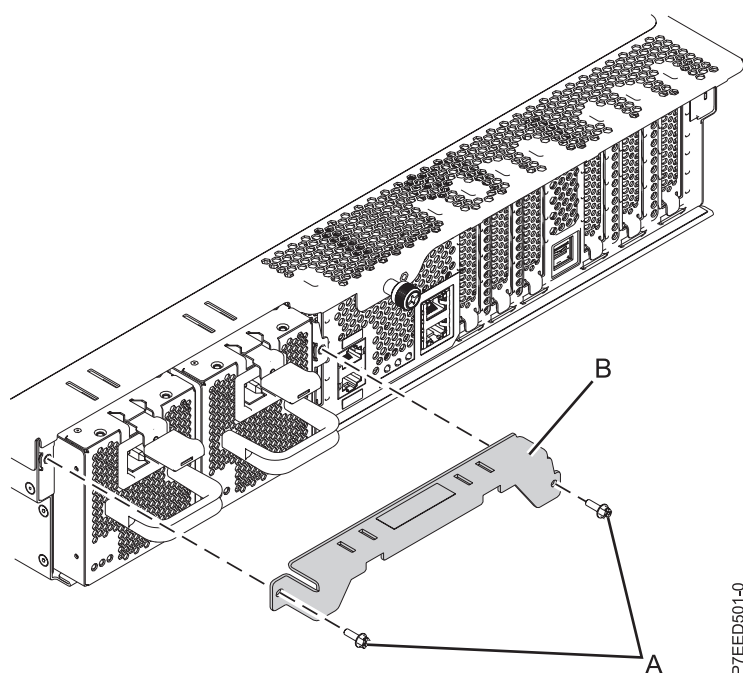

Figura 19. Extracción de la abrazadera de envío
1. Extraiga la pieza de sujeción de envío de la fuente de alimentación (si está presente), como se muestra en la Figura 19. Asegúrese de que las fuentes de alimentación se hayan reasentado.